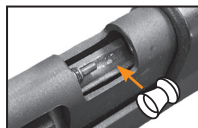

ilustración 5b
- Con cuidado coloque una munición de calibre .177 en la rampa de alimentación y déjela rodar hasta el canal de culata, el cual queda expuesto cuando usted amartilla el rifle de aire. **(ilustración 5b)**